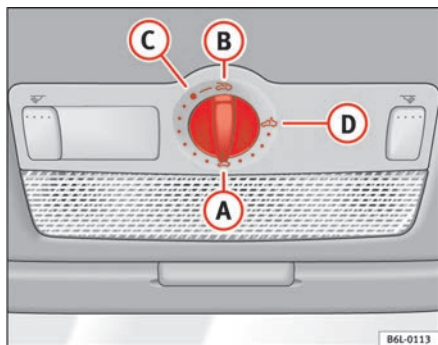

Abb. 54 Ausschnitt aus dem Dachhimmel: Drehschalter Schiebe-/Ausstelldach
- Drehen Sie den Drehschalter in Stellung **(A)** ⇒ Abb. 54 ⇒ .